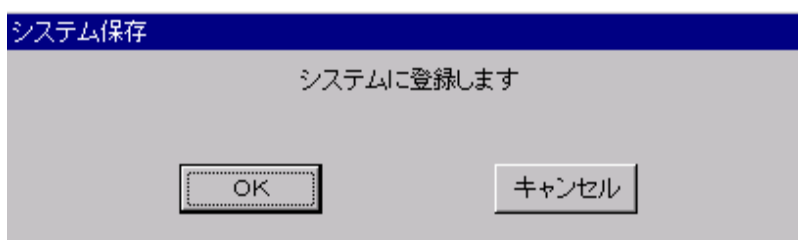

図 70 システム保存
- (4) [View 変更]をクリックし、カメラ2を選択します。
- (5) 上記(2)～(3)を同様に行います。
- (6) カメラ1、カメラ2の識別処理終了後、[OK]をクリックするとシステム保存ウィンドウが開きますので[OK]をクリックします。(図 70)